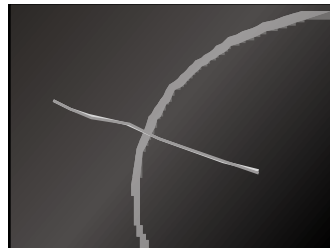

Fig. 10
- ☐ El estropajo de acero, las esponjillas de limpieza y los productos en polvo rayan la superficie. Los sprays para hornos no son adecuados porque son agresivos y atacan la placa, fig. 10.